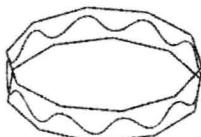

图 1.2.3 艺术样条 1
Step4. 创建图 1.2.3 所示的艺术样条 1。选择下拉菜单 **插入(S) → 曲线(C) →**